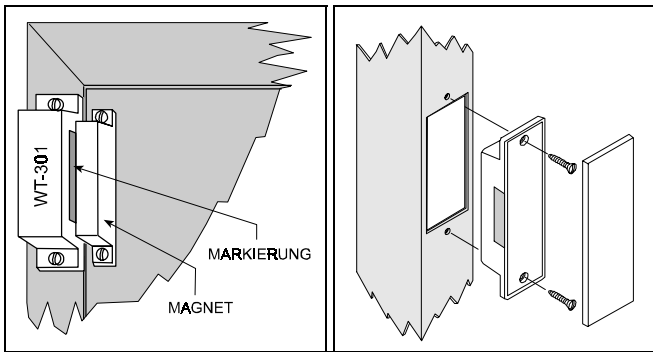

Abb. 4: Oberflächenmontage Abb. 5: Montage im Rahmen
A. Oberflächenmontage (siehe Abbildung 4).